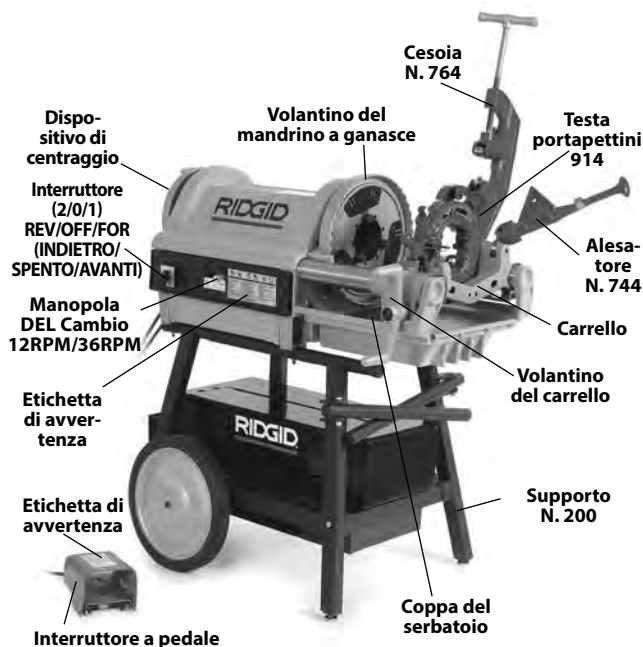

Figura 1 – Filettatrice 1224
- Presenza e leggibilità delle etichette di avvertenza (Figura 1).